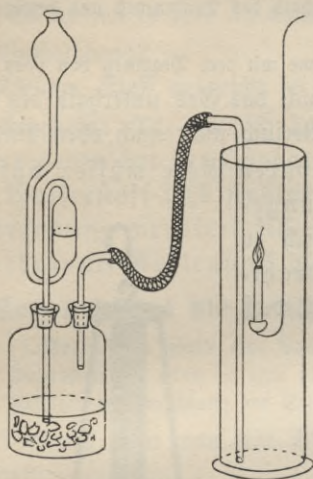

Fig. 49. Darstellung und Eigenschaften der Kohlenensäure.
**Versuch 1** (Fig. 49): Übergieße in einem Kippischen Apparat oder in einer mit Sicherheitsrohr versehenen Gasentwicklungsflasche Marmorstückchen (kohlen-saures Kalzium) mit verdünnter Salzsäure.